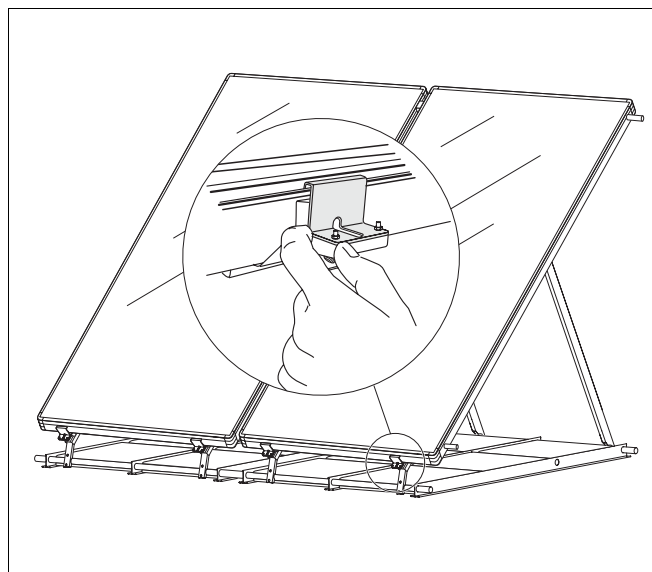

Fig. 40 Fijar los colectores
- ▶ Inclíne ligeramente los distanciadores hacia delante y coloque los dispositivos de apriete del colector en la ranura de los marcos de los colectores (fig. 40).
Si se ha montado un soporte complementario (accesorio), los colectores deben fijarse adicionalmente con el dispositivo de apriete doble (fig. 40, **pos. 1**).
- ▶ Coloque el canto de los dispositivos de apriete dobles sobre el cristal de los colectores (fig. 40)..